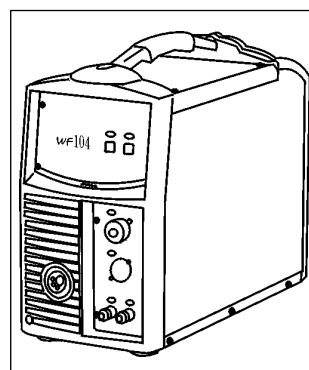

Fig. 5
2.2.1 Alimentatore di filo WF104 (Fig. 5)